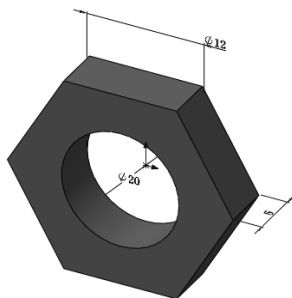
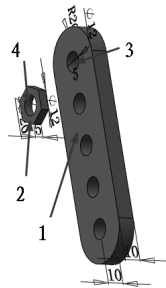

图 11-22 圆柱零件
图 11-23 插入零件后的装配体
- 3) 选择菜单栏中的“插入”→“零部件”→“现有零件/装配体”命令，插入已绘制的名为“圆柱”文件，圆柱零件的尺寸如图 11-22 所示。调节视图中各零件的方向，插入零件后的装配体如图 11-23 所示。
5) 将图 11-23 所示的平面 1 和平面 2 添加为重合配合关系, 将圆柱面 3 和圆柱面 4 添加为同轴心配合关系, 注意配合的方向。